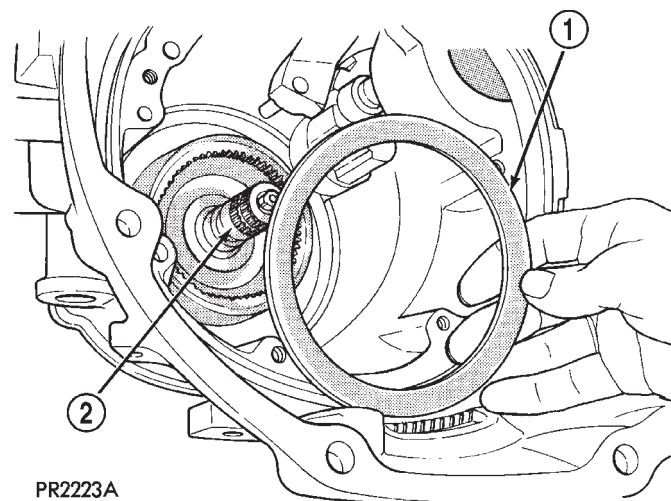

Fig. 44 Arandela de empuje n° 11
(43) Retire e inspeccione la arandela de empuje n° 11 (Fig. 44).